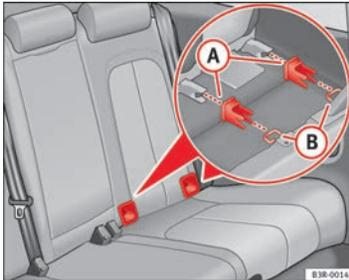

Abb. 32 Lage der ISOFIX-Verankerungen am äußeren Rücksitz
- Befestigen Sie die Plastikföhrungen an den ISOFIX-Verankerungen des Fahrzeuges, die sich zwischen der Lehne und der Sitzfläche des Rücksitzes befinden ⇒ Abb. 32.